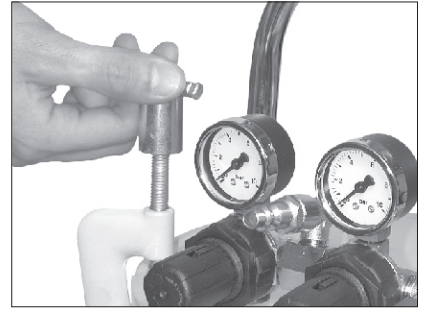

Fig. 24
- Dévisser les brides du pot, retirer le couvercle (Fig.24 - 25).